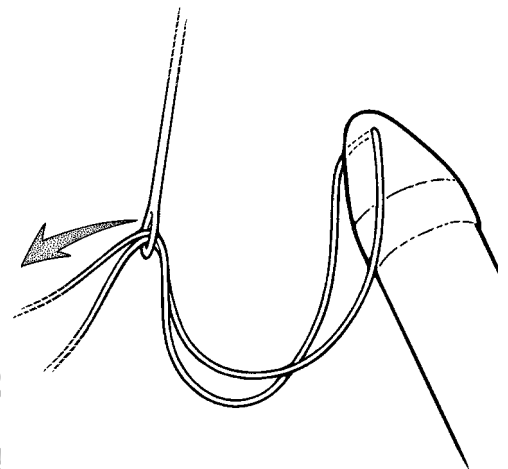

Abbildung 4-12. Einführen des Zugfadens in die Keith-Nadel
3. Den Obturator in die „zurückgezogene“ oder „arretierte“ Position zurückziehen. Beide Enden des Zugfadens (etwa 10 cm) durch die Öse einer blitzförmigen Keith-Nadel fädeln (**Abbildung 4-12**).